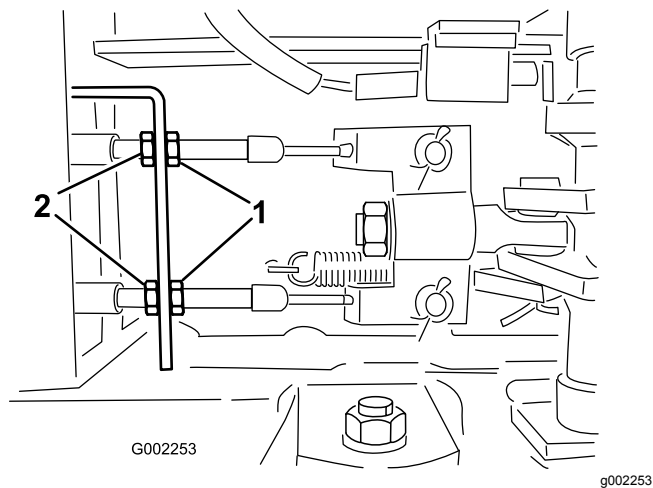

图 88
5. 松开打药机前端下面的刹车线上的前锁紧螺母图 88。
6. 均匀地旋紧后锁紧螺母直至刹车踏板移动 12cm 时即感觉到阻力图 88。